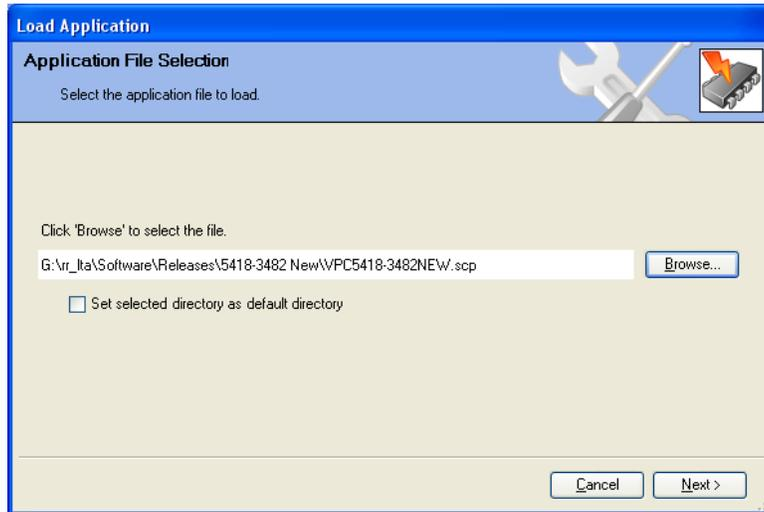

図 5-3. アプリケーションファイル名
7. 新しいアプリケーションファイル名でファイルを選択し: VPC5418-3482 NEW.scp, Nextボタンを押します。(図 5-3).